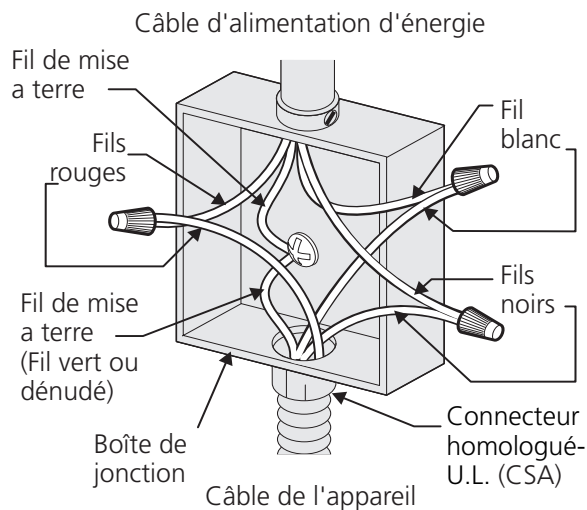

Figure 12
Si l'appareil est utilisé dans une nouvelle installation de circuit branché (1996 NEC), maison mobile, véhicule récréatif, ou où les codes locaux ne permettent pas la mise à terre par le fil neutre (blanc), vous devez brancher l'appareil à un câble à 4 fils (voir Figure 12):
2. Dans la boîte de jonction: Reliez les fils de l'appareil à ceux du câble d'alimentation tel que montré à la figure 12.
**N'UTILISEZ PAS le tuyau de la ligne de gaz pour la mise à la terre de l'appareil.** NE BRANCHEZ PAS l'appareil tant et aussi longtemps qu'il n'est pas mis à la terre de façon permanente. Branchez le fil de mise à la terre avant d'appliquer le courant à l'appareil (Figure 12).